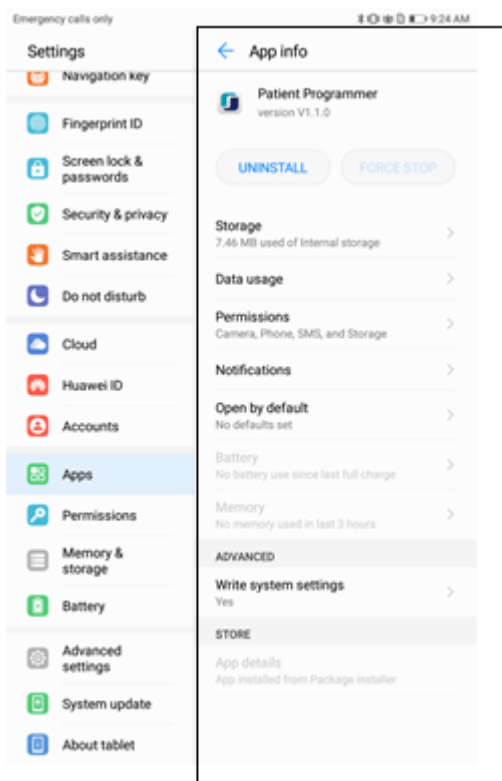

Figura 11. Interfaz de información de la aplicación.
5. Haga clic en el icono Programador del paciente para acceder a la interfaz de información de la aplicación (Figura 11);